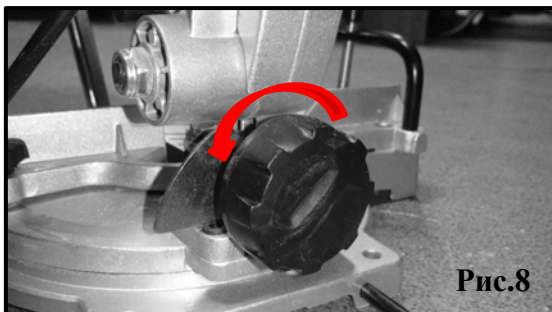

Рис.8
#### Настройка угла наклона (рис. 8,8а).
1. Ослабьте ручку фиксации угла наклона против часовой стрелки (рис.8).
2. Наклоните режущую головку влево на необходимый угол наклона ориентируясь на шкалу от 0-45 градусов (рис.8а).
3. Зафиксируйте ручку фиксации угла наклона по часовой стрелки (рис.8).
Рис.8а